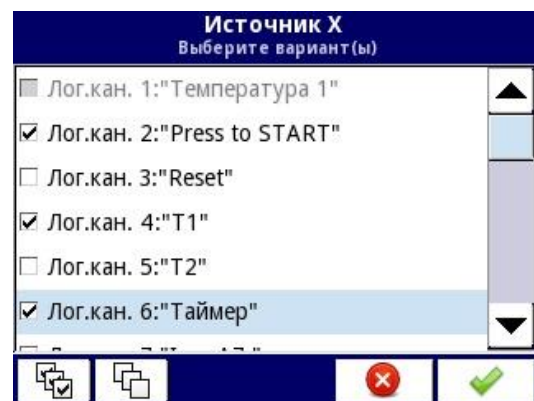

Рисунок 2.27
- редактор выбора нескольких вариантов (см. рисунок 2.27).